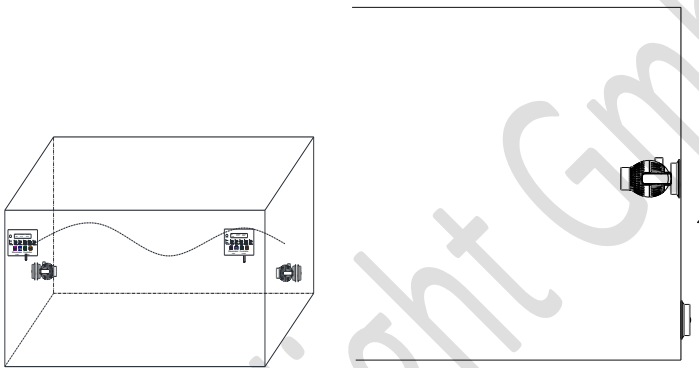

Abbildung 1
c) Entfernen Sie die Magnetplatte von der Pumpe und setzen Sie die Pumpe auf die innere Aquarienseite und die Magnetplatte auf die äußere Aquarienseite. Bewegen Sie die äußere Magnetplatte entlang der Glasoberfläche (S. Abb. 1) bis diese die Pumpe einkoppelt. Testen Sie ob die Pumpe durch die Magnetplatte von außen gut gehalten wird. Achten Sie darauf, sich nicht die Finger zwischen den Magneten zu quetschen.
d) Optional: Befestigen Sie das Control-Panel an der äußeren Seite des Aquariums. (Siehe Abb.1)